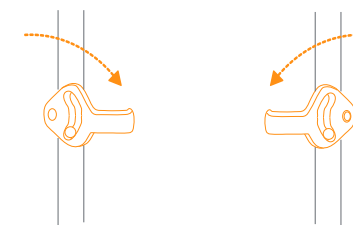

Fig. 14a
14) • From the rear side of the stroller engage both car seat support tabs (Fig. 14a).
• Primero gire la bandeja pra niños: Desde la parte trasera del carrito, enganche ambas lengüetas de soporte del asiento para automóvil (Fig. 14a).